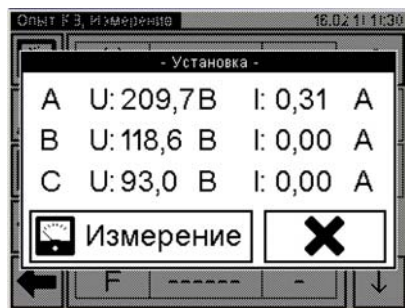
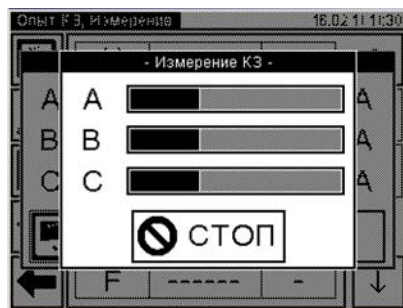

Рисунок 6.70
Рисунок 6.71
13) Установить номинальное значение напряжения при проведении опыта К3, контролируя его значение на экране БУ в окне "Установка" (рисунок 6.70).
14) Выполнить измерение, для чего нажать кнопку  (рисунок 6.70). На экране появится окно, демонстрирующее динамику процесса измерения (рисунок 6.71).